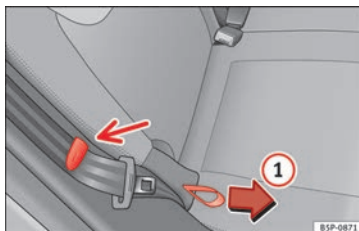

Fig. 81 Rebater o encosto dos bancos traseiros.
- Puxe a pega que se encontra na parte lateral do banco » **Fig. 81 ①**.
Ao rebater e levantar o encosto, comprove que os cintos de segurança laterais se encontram colocados no suporte do revestimento » **Fig. 81**, de forma a evitar que sejam danificados se ficarem presos no encaixe do encosto.